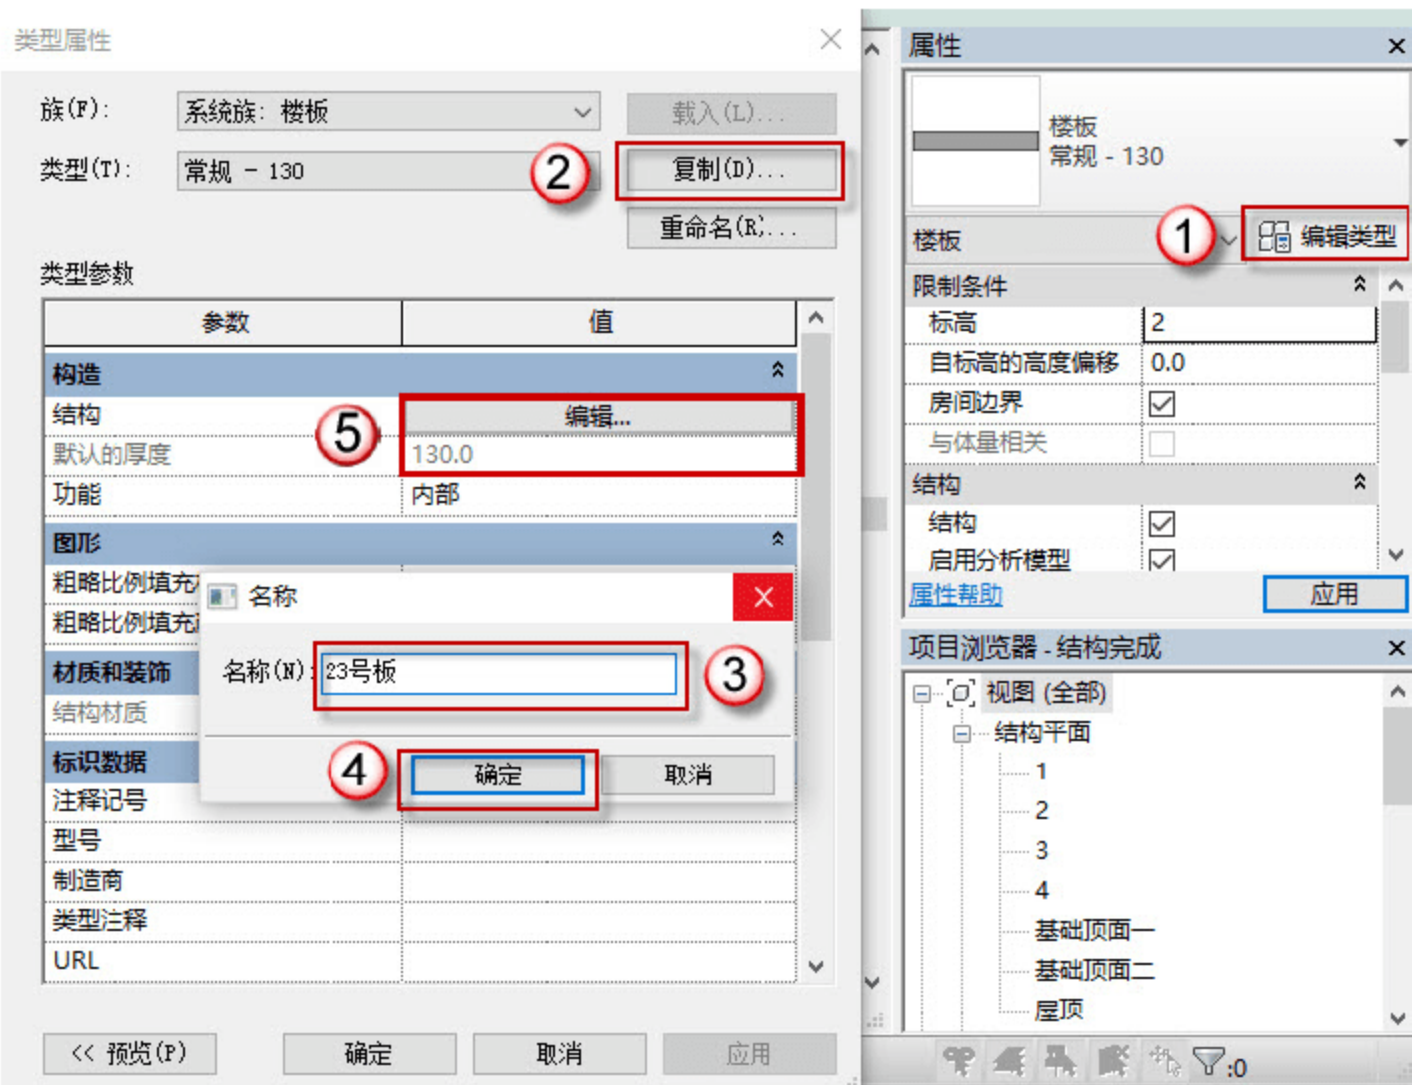

图 4.3.47 设置 23 号板参数
(22) 设置 23 号板参数，按快捷键 S+B，进入编辑模式，单击“编辑类型”按钮，在弹出的对话框中单击“复制”按钮，再在弹出的对话框中命名板号，单击“确定”按钮。单击“编辑”按钮设置参数，将板厚设置为 130，如图 4.3.47 所示。